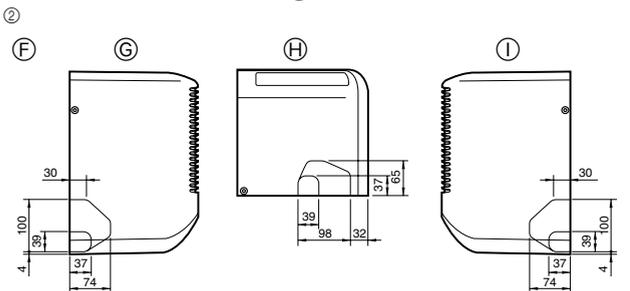

Fig. 4-3
- Καθορίστε τη θέση των προκατασκευασμένων οπών στον κορμό της μονάδας (Fig. 4-3)